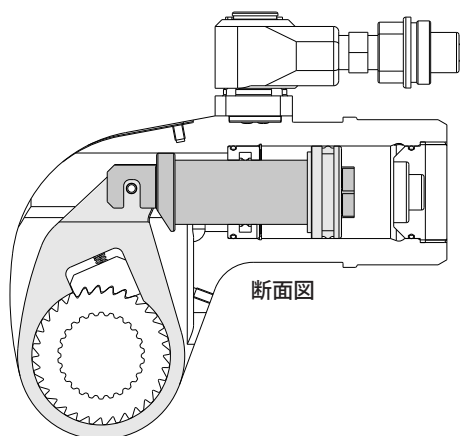

図20
【注記】 以下の手順において、ラチェットレバー、ドライブシュー、ラチェットおよびラチェットレバーピンが正しく取り付けられていることを確認します。これらの部品が正しく取り付けられていないと、構成部品の損傷に繋がります。図18と図20を参照してください。
5.3.6 - ピストンアッセンブリと取り付け (図20と22)